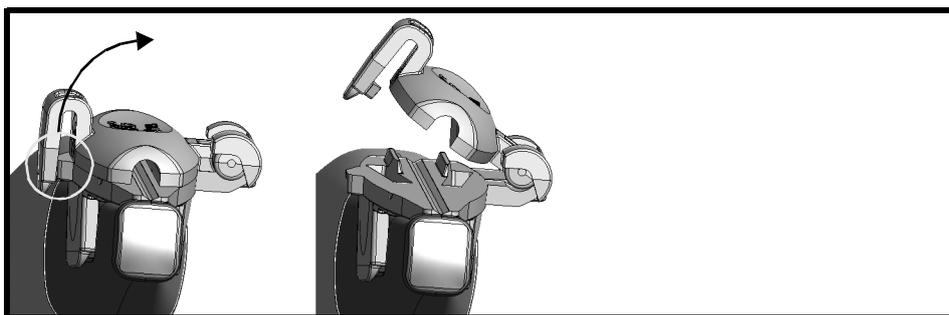

Abbildung 6. Drücken Sie, um die Nadelführung am N11C5s freizusetzen.
- 1 Halten Sie den Schallkopf mit der linken Hand. Drücken Sie den Nadelführungseinsatz mit der rechten Hand vorsichtig zur Seite, bis er sich öffnet, siehe Abb. 6.